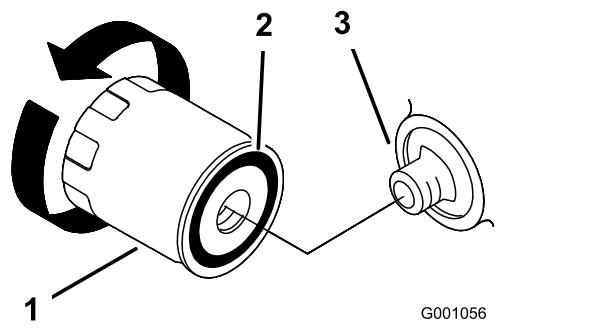

Рисунок 25
2. Снимите старый фильтр и протрите поверхность прокладки переходника фильтра (Рисунок 25).
3. Нанесите тонкий слой свежего масла на резиновую прокладку нового фильтра (Рисунок 25).
4. Установите сменный масляный фильтр на переходник фильтра, поверните масляный фильтр по часовой стрелке, пока резиновая прокладка не войдет в контакт с переходником фильтра, после этого затяните фильтр, повернув его еще 2/3 – 1 оборот (Рисунок 25).